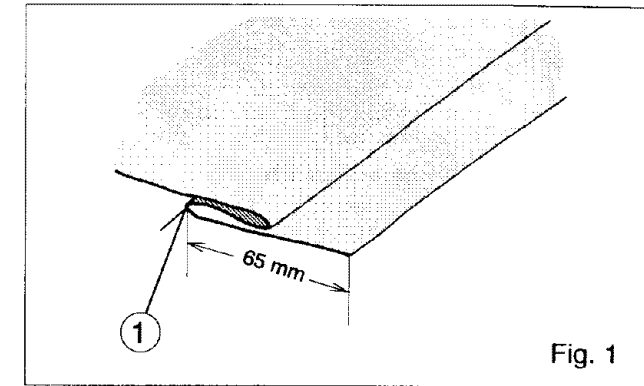

Fig. 1
1. Turn up the hem to the required depth (1) and press. Fold the hem back against the 'right' side of the garment, creating a 'soft' fold on the 'wrong' side of the fabric – see Fig. 1.
Con el reverso del tejido hacia arriba hacer cuidadosamente el primer pliegue trayendo el resto del tejido de la izquierda para hacer un segundo pliegue o doblado en la parte superior cerca del borde del tejido (Ver Fig. 1).